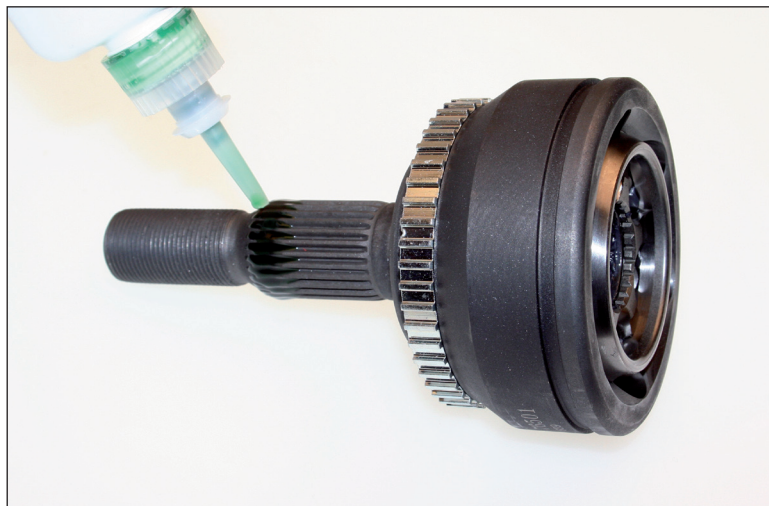

Figura 1
- Applicare un cordone di colla largo **3-4 mm** lungo il bordo esterno della calettatura conica (vedere **figura 1**)